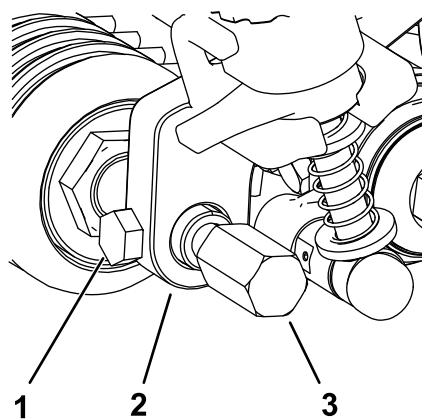

图21
5. 将前滚筒轴插入到剪草高度支架之间的中心位置用旧的剪草高度支架上卸下的 2 个安装螺丝固定图21。
6. 将疏草刀防护装置装到前滚筒轴的任何一侧图21。